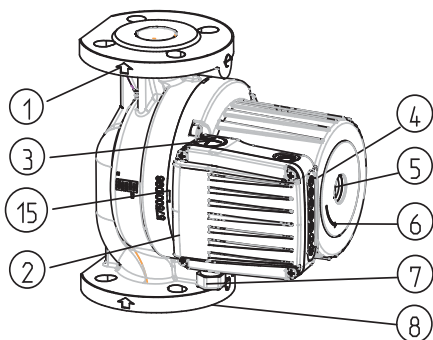

Abb.2
- Die Durchflussrichtung des Fördermediums muss mit dem Pfeil auf dem Pumpengehäuse übereinstimmen (Abb. 2 – Pos. 1).
- Anschlussflanschen sind NP 6/10 (Abb.2 – Pos.8)
- SCRF Pumpen verfügen über ein einfaches Hydraulikgehäuse (Abb.2 – Pos.8)
Das Hydraulikgehäuse der Pumpe darf nur bis zum Spalt zwischen dem Motor und dem Hydraulikgehäuse isoliert werden. Öffnungen zur Kondensatableitung aus dem Statorraum müssen immer frei bleiben, dass gleiche gilt für den Einsatz der Pumpe in Heizsystemen, wenn eine Wärmeisolierung des Hydraulikgehäuses vorgenommen wird (Abb. 2, 3, Pos. 15). Das Elektromotorgehäuse, in dem sich Öffnungen zur Kondensatableitung befinden, darf nie isoliert werden!
Der Einspeiseleiter wird über die Einführung M20 (Abb.2 – Pos.7) angeschlossen.
liegt der Rotor im Wasser, in besonderen wassergeschmierten Lagern. Darum muss vor der Inbetriebnahme die Pumpe mit Wasser gefüllt und entlüftet werden. Zur Entlüftung der Pumpen wird die Schraube auf der Hinterseite des Elektromotors (Abb.2-Pos. 5) herausgeschraubt. Aus der Spalte zwischen der Motorwelle und dem Lager strömt Luft heraus. Wenn Wasser heraustropft, schließen sie die Ventile auf der Ansaug- und Druckseite der Pumpe und starten sie die Pumpe. Die eingebaute Anzeige zeigt ein Drehen der Pumpenachse in die falsche Richtung mit mehrfachen Blinken des roten Lichtes an.
Jede Pumpe kann Bereiche von drei hydraulischen Charakteristiken abdecken. Um das zu erreichen, hat sie einen Elektromotor mit drei verschiedenen Drehzahlen eingebaut. Um gewünschte Charakteristik bzw. Geschwindigkeit auszuwählen, ① ② ③ hat die Pumpe einen Knopf Knopf (Abb. 2, Pos. 4), mit dem man zwischen den Geschwindigkeiten wählt. Einstellung der Geschwindigkeiten bei Pumpentypen SCRF-SCRFD-SCRFED (auto) kann auf Knopfdruck manuell bei der Geschwindigkeit ① ② ③ und automatisch in oder In beiden Fällen funktioniert die Pumpe abhängig von dem Durchlauf bei den Geschwindigkeiten ② ③ automatisch. Bei dem Nachtregime ist noch Mediumtemperatur berücksichtigt und wenn die Mediumtemperatur fällt, schaltet die Pumpe in die Geschwindigkeit ② Fall ($> 10^{\circ} \text{C}$) oder Geschwindigkeit um ① Fall ($> 20^{\circ} \text{C}$) ungeachtet auf Durchlauf. Wenn die Mediumtemperatur um $> 20^{\circ} \text{C}$ steigt, ist wieder die Funktionsweise in Verbindung mit Durchlauf ermöglicht. Diese Funktionsweise ist für die Systeme mit Thermoventilen und Systeme geeignet, in denen die Systemtemperatur in der Nacht fällt.
Die Pumpe ausschalten, Ventile an der Druck- und Ansaugseite der Pumpe schließen, Entlüftungsschraube ausschrauben, einen Schraubenzieher (Abb. 2-Pos.5) in den Schlitz auf der Welle stecken und diese so lange drehen, biss kein Widerstand mehr fühlbar ist. Danach wieder die Entlüftungsschraube einschrauben.